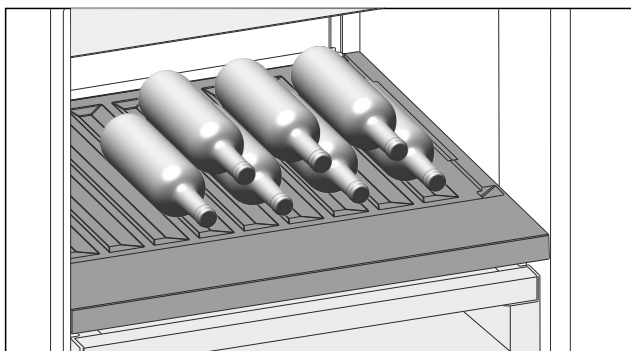

Fig. 111
- ▶ Бутылки укладывают дном к задней стенке. (см. Fig. 111)